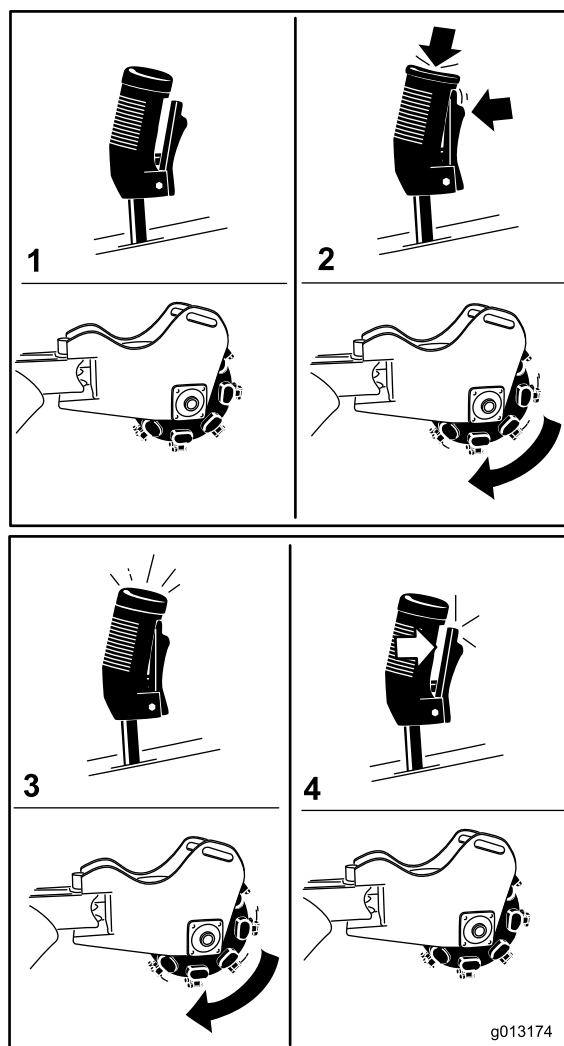

Figure 11
- Pour démarrer la rogneuse de souches (Figure 11), serrez la gâchette et appuyez sur le bouton rouge au sommet du levier. Vous pouvez relâcher le bouton rouge lorsque la rogneuse démarre.
- Pour arrêter la rogneuse (Figure 11), relâchez la gâchette pendant plus d'une demie seconde.